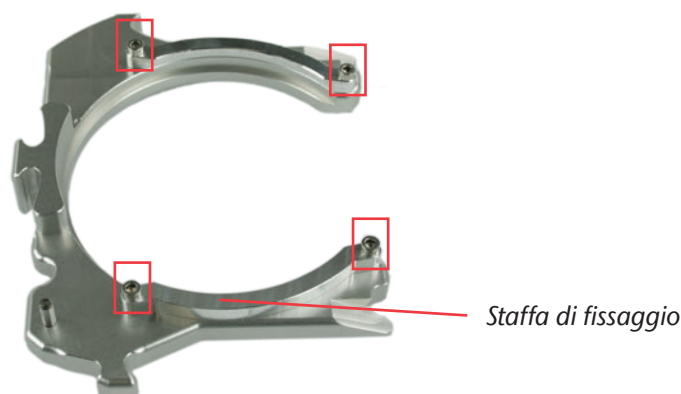

FIGURA 6: TELAIO PEZZI S2 IMPRESSION
- M1.** Allentare le 4 viti del telaio pezzi (vedi figura 6) con la chiave a brugola (2,5 mm) fornita in dotazione.